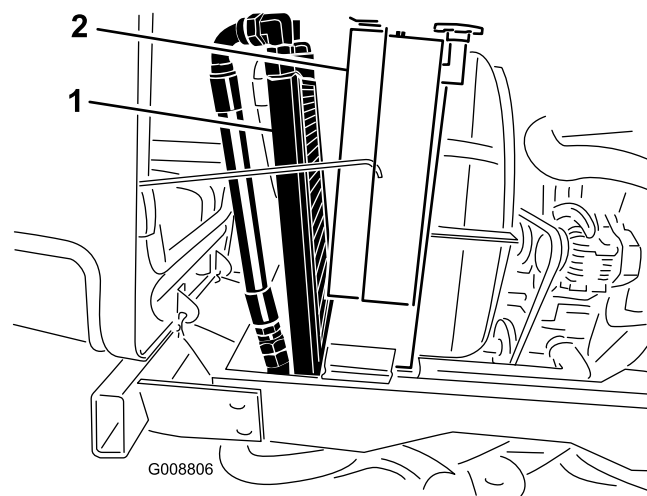

Figura 68
3. Incline o refrigerador de óleo para trás. Limpe ambos os lados do refrigerador do óleo e a zona do radiador (Figura 68) com ar comprimido. Comece do lado da ventoinha e sopre os detritos para trás. Depois, limpe a partir da parte posterior e sopre na direcção da parte frontal. Repita o procedimento várias vezes até remover toda a sujidade e detritos.